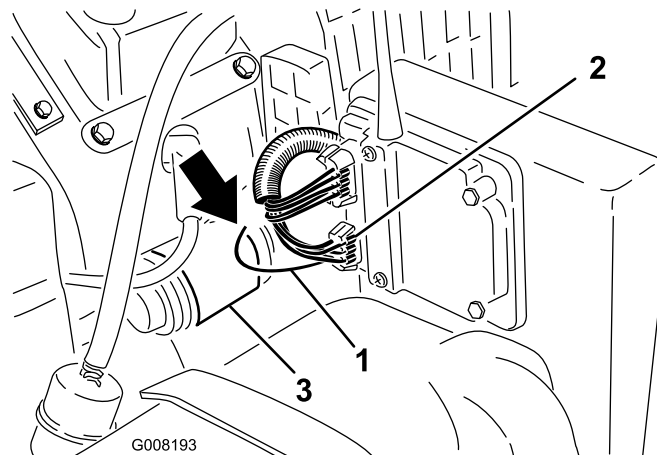

Figure 22
1. Trouvez le jaune rayé de noir qui est engagé dans le tube du faisceau de câblage sortant du connecteur à 6 broches au niveau du récepteur (Figure 22). Sortez le fil du tube.